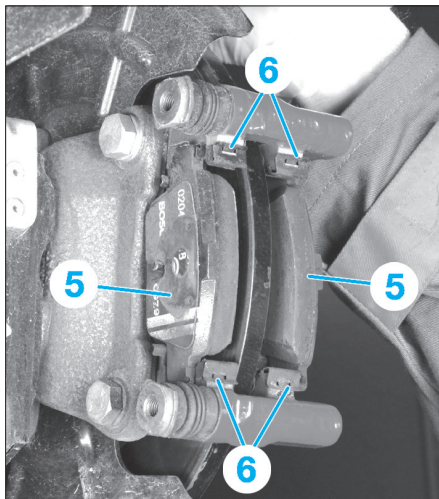

Fig. 13
- Extraire les plaquettes de frein (5) (Fig.13).
- Déposer les quatre agrafes (6).